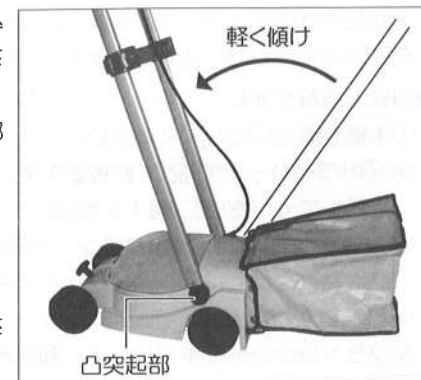

図14
- ハンドルを前方に突起で止まるところまで軽く傾けてください。(図14参照)